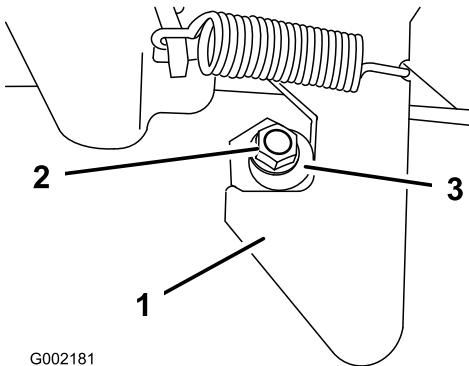

Figure 74
1. Desserrez le contre-écrou au bout de l'ergot de verrouillage (Figure 74).
2. Tournez l'ergot de verrouillage dans le sens horaire jusqu'à ce qu'il soit bien serré contre la partie en crochet du verrou (Figure 74).